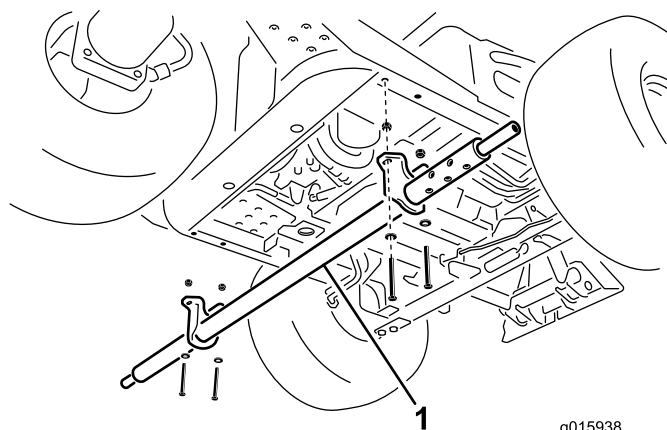

Figura 4
2. Sujete los soportes de montaje del tubo transversal a los tubos del bastidor con 4 tornillos (3/8 x 3 pulgadas), arandelas planas y contratuercas (3/8 pulgada) (Figura 4).